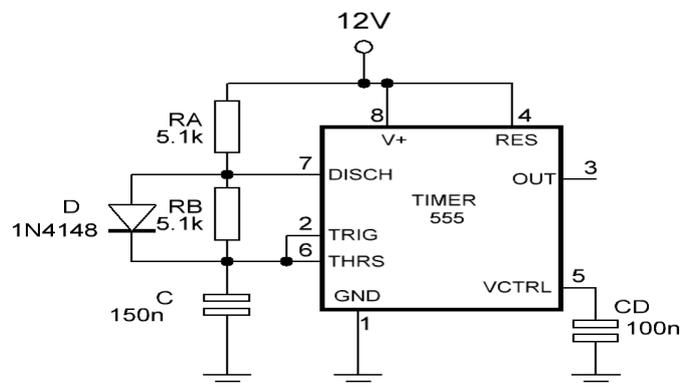

Figure 7b
5. Pour avoir un rapport cyclique égal à $1/2$ on adopte le montage de la figure 7b.
7. Dans le montage de la figure 7b, Mettre la valeur de $R_A=220ohms$, relever la forme du signal à la sortie 3, déterminer le nouveau rapport cyclique.